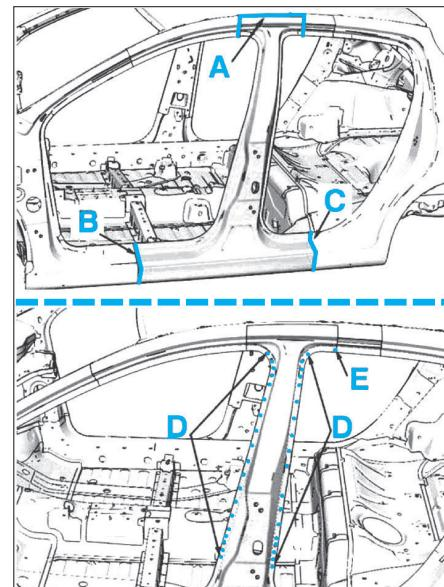
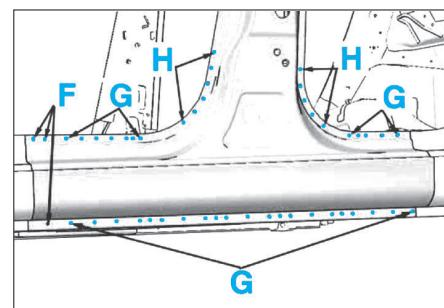

FIG. 37
FIG. 38
- Poser et souder la pièce neuve aux endroits indiqués A à N (Fig.37) et (Fig.38).